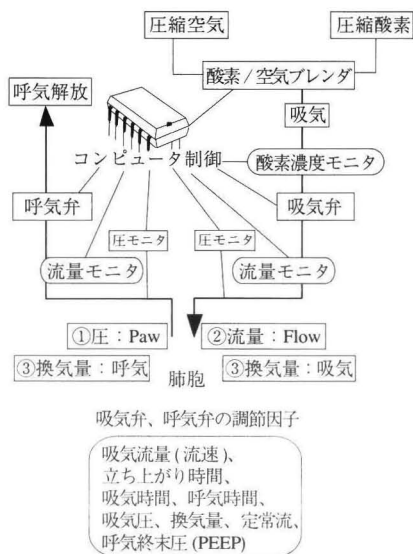
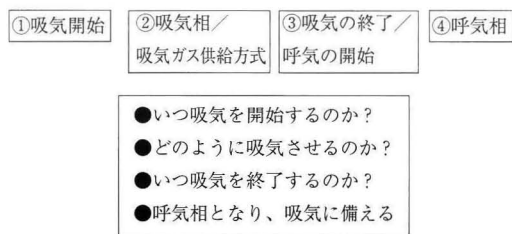

図1. 一般的な人工呼吸器の内部構造
図2. 呼吸の4つのコンポーネント
用語統一のためには、一般的な人工呼吸器の内部構造と用語の意味を理解しておく必要があります。図1に示した。ここでは、図1のように吸気時の送気ガスを吸気弁でコントロールされるしくみと用語の意味についてふれる。人工呼吸器のコンピュータ制御部は、図2で説明しているように呼吸サイクルを4つに分けて考えることができる。それらは、①吸気の開始、②吸気相(吸気時の送気ガス制御を圧モニタによることで